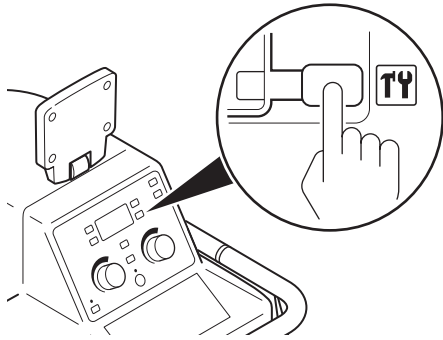

Figura 4 – Aceder a Configurar sistema
3. No painel de controlo, prima e mantenha o botão premido até visualizar o ecrã CONFIGUR. SISTEMA (Figura 4).